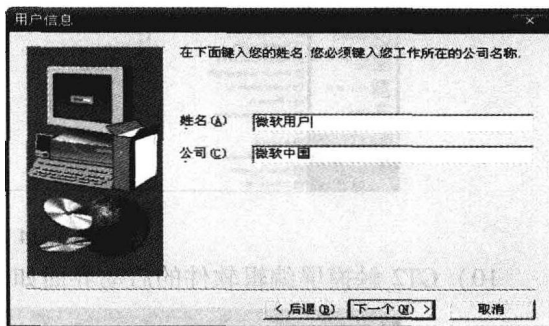
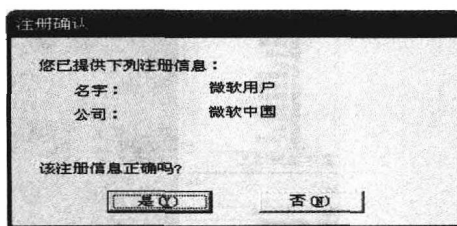

图 1-10 用户注册信息
图 1-11 注册信息确认
6) 单击“下一个”按钮以后出现如图 1-10 所示的界面, 提示键入用户信息, 这时可根据需要填写, 并无特殊要求。单击“下一个”按钮出现如图 1-11 所示的用户信息确认界面。
7) 单击图 1-11 中的“是”按钮, 出现如图 1-12 所示的界面, 提示输入产品序列号。序列号信息, 在相应光盘中会有一个命名为 SN.txt 的记事本文件, 里面有相应的产品序列号, 只需填写后单击“下一个”按钮即可。